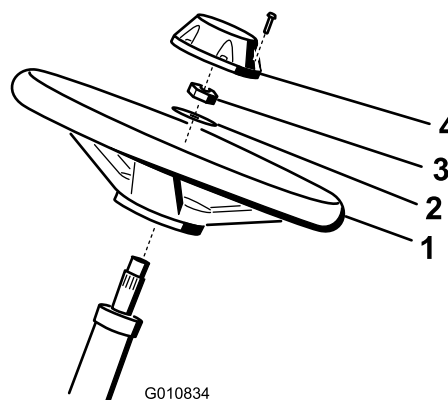

Bild 4
1. Schieben Sie das Lenkrad auf die Lenkwelle (Bild 4).
2. Schieben Sie die Scheibe auf die Lenkwelle (Bild 4).
3. Befestigen Sie das Lenkrad mit der Klemmmutter an der Welle und ziehen sie auf 27 bis 35 Nm an (Bild 4).
4. Montieren Sie den Deckel mit der Schraube am Lenkrad (Bild 4).